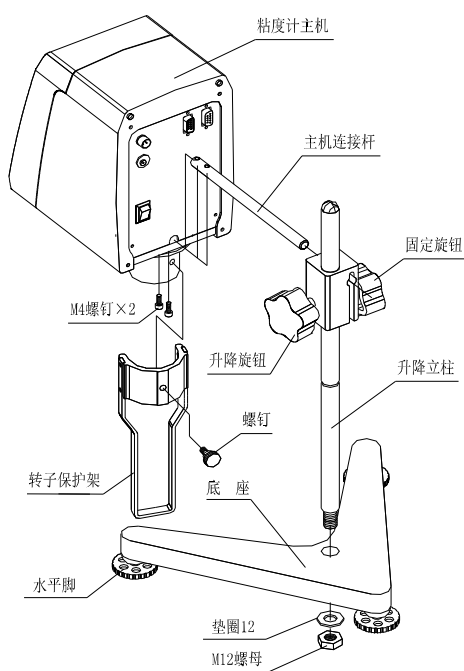

Fig. 1
- 1、从包装箱依次取出底座、升降立柱、粘度计主机、主机连接杆、电源适配器等部件。按图 1 所示，将升降立柱插入底座孔后用螺帽并紧（注意：升降旋钮置于右侧），旋动升降旋钮，调节到合适的升降松紧度，以主机不会自动下滑，且升降时阻尼手感适中为宜，如太松或太紧可通过升降滑块前方的调节螺钉进行调节。